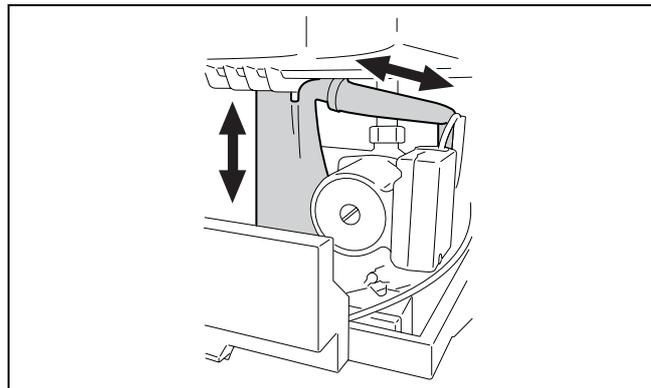

Fig. 39 Pulitura del sifone
- Estrarre verso il basso il sifone con la guarnizione ad anello con spigolo di tenuta dall'alloggiamento e staccarlo dallo scarico (fig. 39).